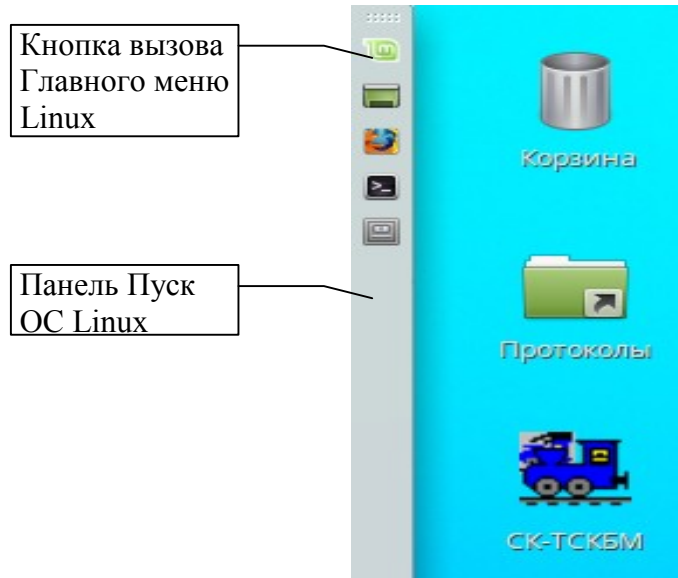
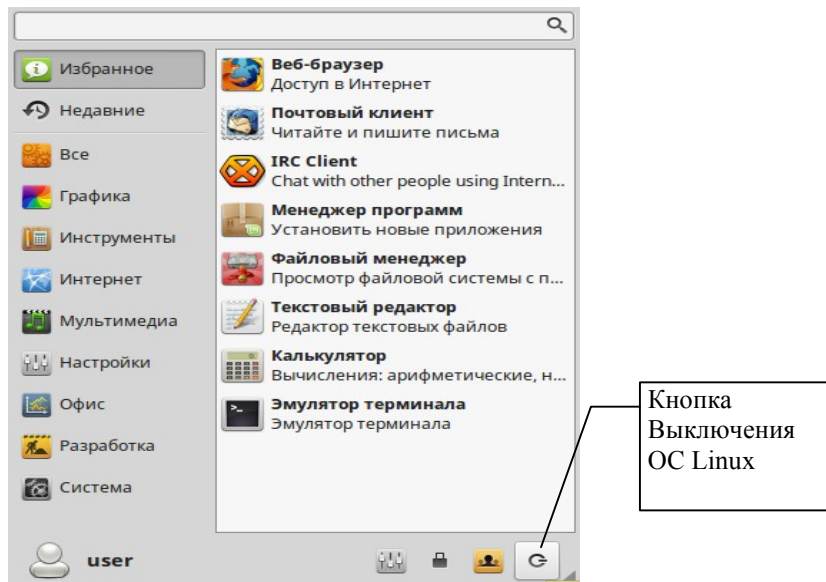

Рисунок 5.4 – Рабочий стол и панель Пуск ОС Linux
Рисунок 5.5 – Главное меню ОС Linux
а) Программа Board запускается путем нажатия на иконку СК-ТСКБМ (паровозик) на рабочем столе ОС Linux, см. рисунок 5.4. Должна появиться панель пароля ОС Linux, введите пароль (три цифры) 123 и нажмите Enter. Должно появиться главное окно программы Board, показанное на рисунке 5.2. При этом Главное меню программы Board, находящееся в верхней части окна (рисунок 5.2), не активно.
1) Выключите компьютер с помощью штатной процедуры ОС Linux, для чего нажмите кнопку **Вызова главного меню Linux на панели Пуск** в левом верхнем углу рабочего стола ОС Linux, см. рисунок 5.4. Должно появиться Главное меню Linux – рисунок 5.5. В Главном меню Linux нажмите на кнопку Выключения ОС Linux, см. рисунок 5.5.